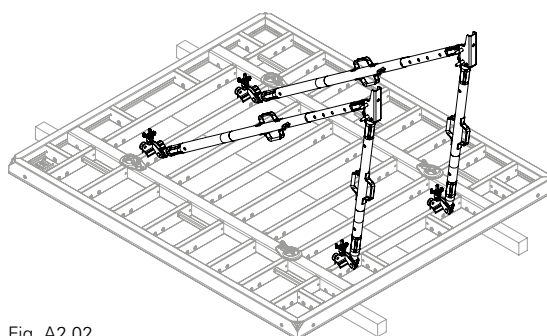

Fig. A2.02
2. Poser les étais de réglage, voir le chapitre A6. (Fig. A2.02)